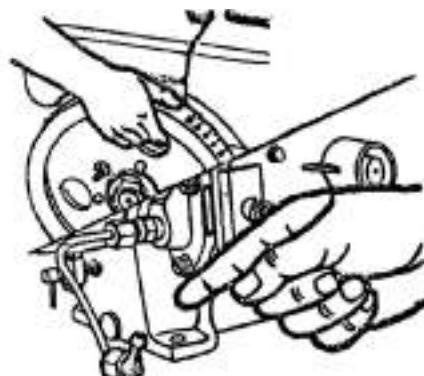

рис. 11
**b.)** Открутите три болта, фиксирующие выпрыскивающий насос, и снимите насос. После этого отрегулируйте впрыск топлива, увеличив количество регулировочных шайб. Обычно, добавление или снятие одной регулировочной шайбы толщиной 0,1 мм приводит к опережению или задержке впрыска на 1° (Рис. 11).